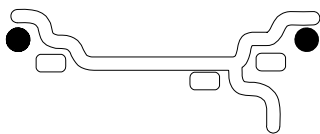

Figura 15
**A. DYNAMIC** (dos planos), aconsejado para todas las llantas de hierro. En este caso, los pesos de las ruedas deben ser colocados en los bordes de la llanta. Esta función está seleccionada por defecto y los LEDs correspondientes a la posición del peso de la rueda están encendidos en la Figura 15.